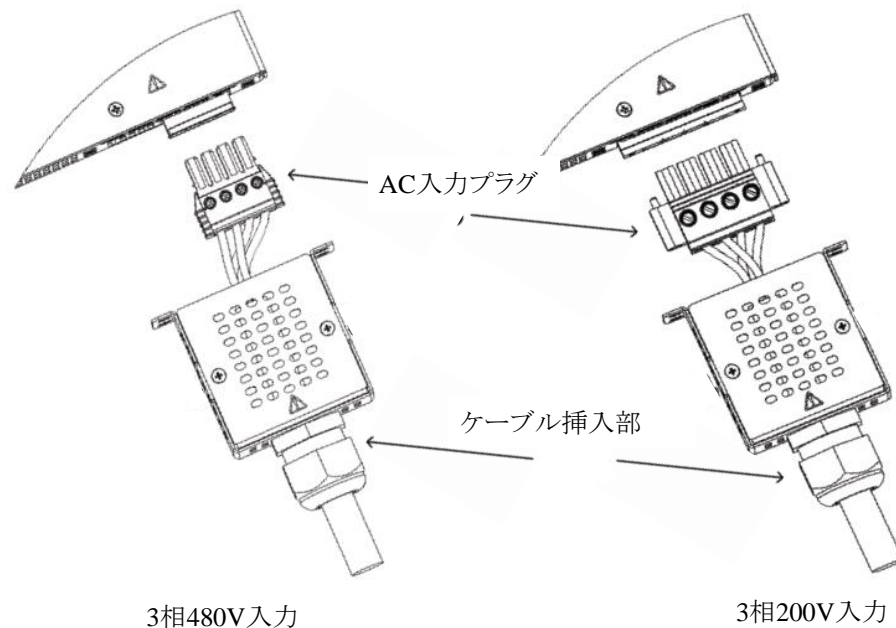

図4-16 AC入力プラグ接続用AC線のACプラグへの取り付け方法 (G7.5kW)
4. 図4-16に示すようにAC入力プラグ接続用AC線をAC入力プラグに挿入します。